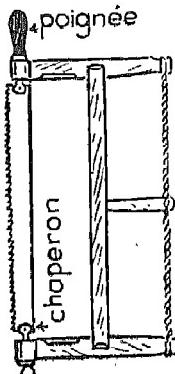

Fig. 12. — Scie à refendre. La lame peut être tournée et disposée par exemple perpendiculairement au plan de la monture.
a) Scie à refendre. L'extrémité de chaque bras est renforcée afin de recevoir un tourillon, qui peut tourner autour de son axe (fig. 12) ;